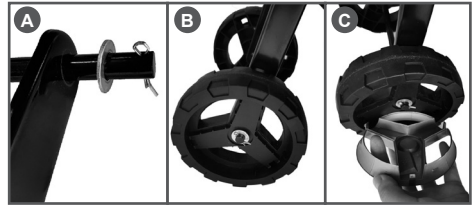

Рис. 2 Установка колес
2. Установите колеса (см. Рис. 2).